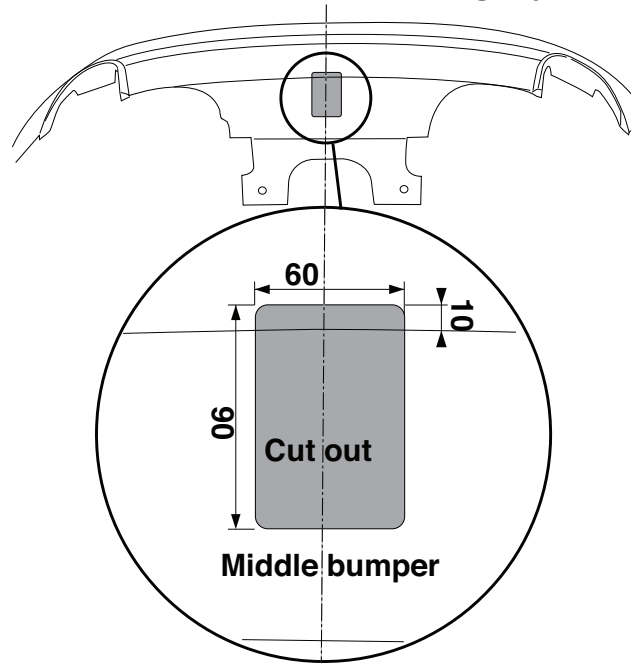

Fig.4
11. Выпилить часть из бампера в середине снизу, как указано на рис. 4.